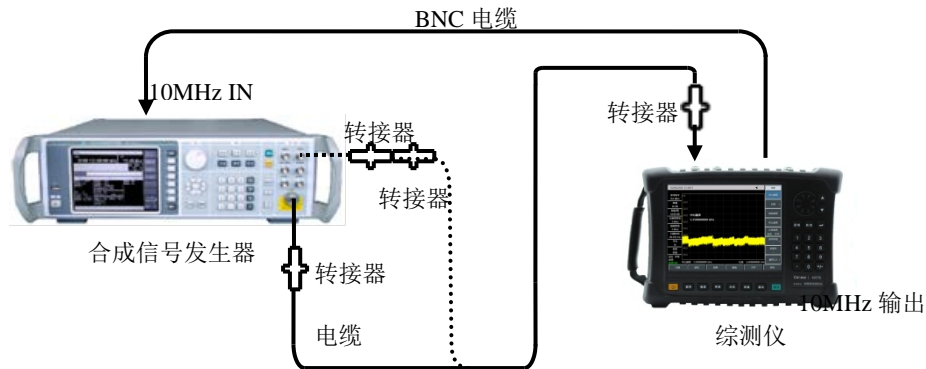

图16-7 频率范围的测试
- 如图 16-7 虚线连接测试设备，综测仪为合成信号发生器 1464C 提供参考频率，合成信号发生器的低频输出端口接到综测仪的射频输入端。
- 如图 16-7 实线所示，用转接器和电缆连接合成信号发生器 1461 的射频输出端与综测仪的射频输入端。将信号发生器的输出频率设置为 6.5GHz，调制功能关闭，输出功率-10dBm。